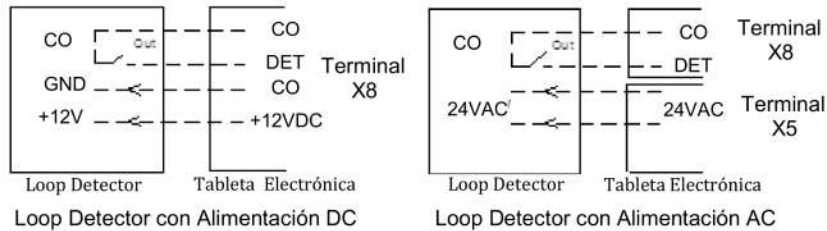
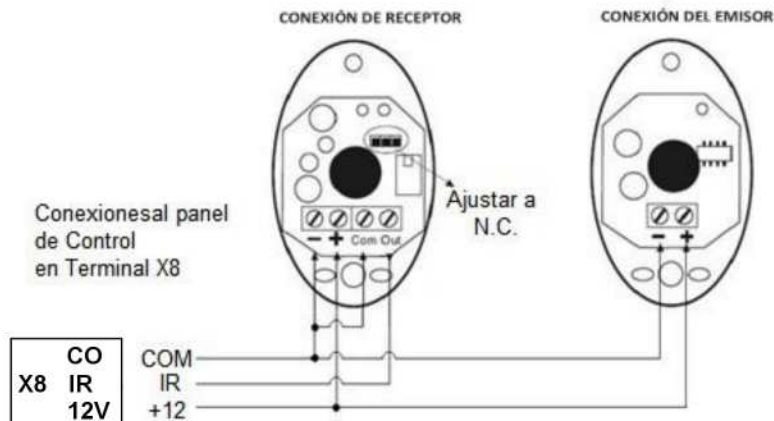

Fig.14 Conexión de Loop Detector.
Fig.15 Conexión de Las Fococeldas
O. Loop Detector (Fig.14) y Fococeldas Infrarrojas (Fig.15): “+12V” (+12VDC), “COM” (Común), “DET” (Loop Detector), “IR” (Fococeldas Infrarrojas N.C.).